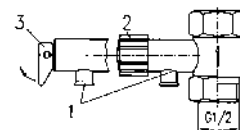

Рис. 4 Предохранительный клапан
- проверить действие предохранительного клапана: повернуть головку клапана /рис.4/ налево, до ощущения перехода, и тогда из отверстия 1 должна потечь вода. После проверки протекания воды вернуть головку клапана в предыдущее положение.
- открыть головку предохранительного клапана (Рис. 4);